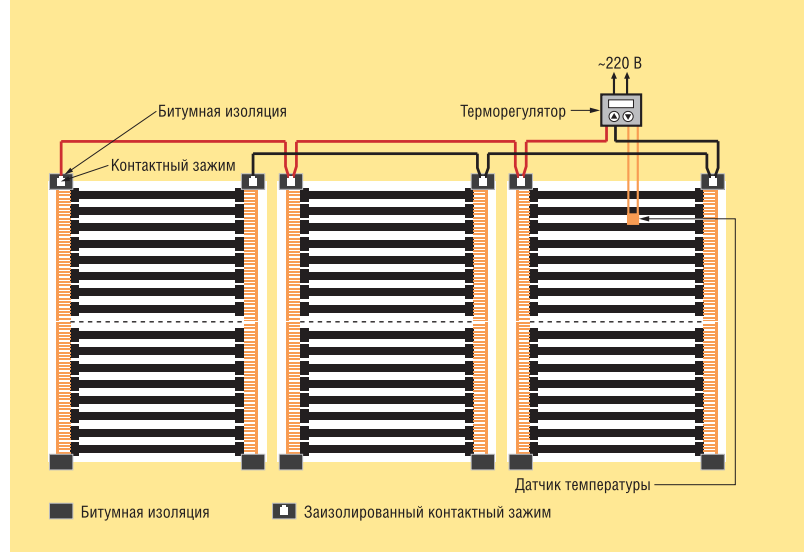
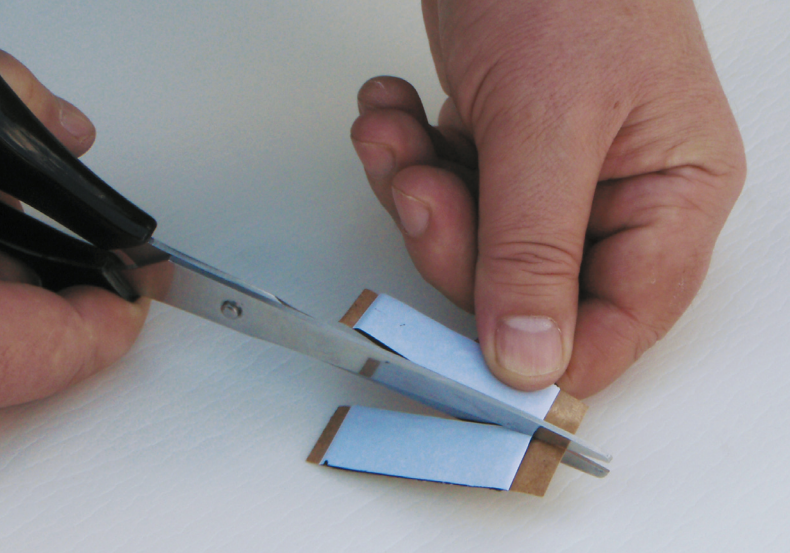
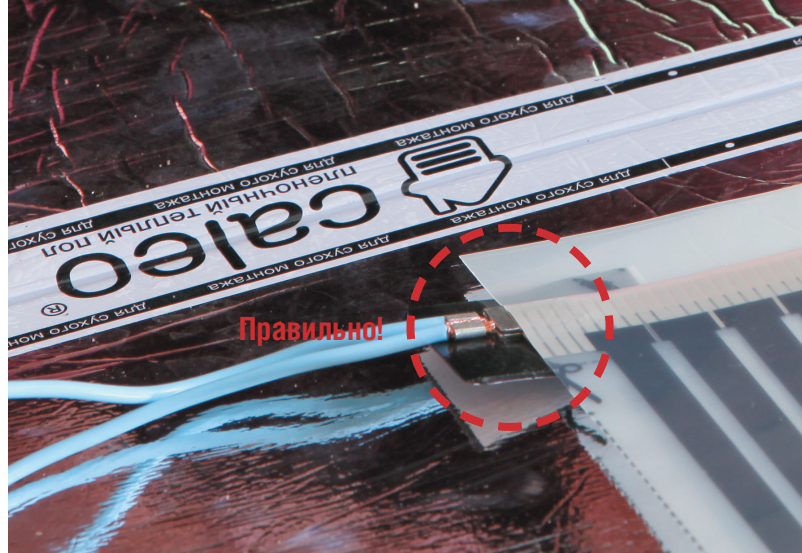

Рис. 6. Общая схема подключения термопленки CALEO
Рис. 11. Разрезание битумной изоляции на 2 части
Рис. 17. Пример правильной установки нижнего листа изоляции контактных зажимов
10. Изолируйте линии отреза медной шины (рис. 11–14). На рис. 6 эти места отмечены значком ■. При разрезании полосы термопленки на более короткие отрезки необходимо тщательно заизолировать места разреза медной шины, включая серебряные контакты, соединяющие медную шину с карбоновыми нагревательными полосами.
- 13.1 Подключение термопленки к сети производится согласно схеме подключения (рис. 6).
16. Заизолируйте все места подключения проводов к термопленке (рис. 17–20). Для этого в комплект каждой полосы термопленки входит 5 отрезков изоляции. На рис. 6 эти места отмечены значком .